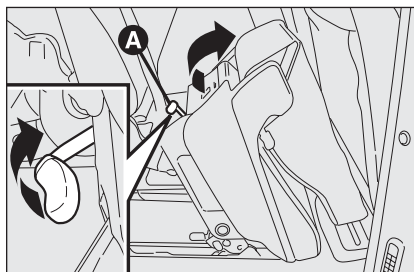

fig. 24
- ☐ agire sulla maniglia **A**-fig. 24 ed accompagnare in avanti il sedile, come illustrato in figura;